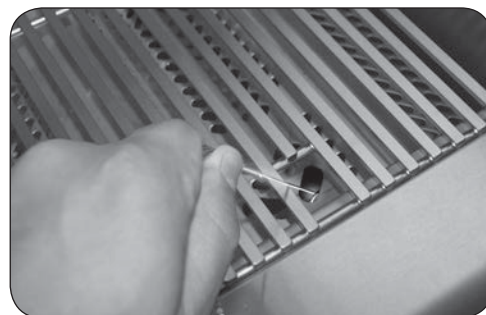

Fig. 26-3 - Éclairage manuel
2. Insérez soit un brûlant long baril briquet au butane, un match à longue tige de brûlure, ou une allumette en feu détenues par un titulaire d'extension de fil (Fig. 26-2) À travers les grilles de cuisson du brûleur (Fig. 26-3). Pour backburners, maintenez la flamme contre le matériau perforé de la veilleuse.
4. Si le brûleur ne se allume pas dans les cinq (5) secondes de tourner le bouton de commande, enfoncez immédiatement le bouton et tournez la valve à AU LOIN. ATTENDEZ CINQ (5) MINUTES avant de répéter les étapes 2 à 4 des instructions manuelles d'éclairage.